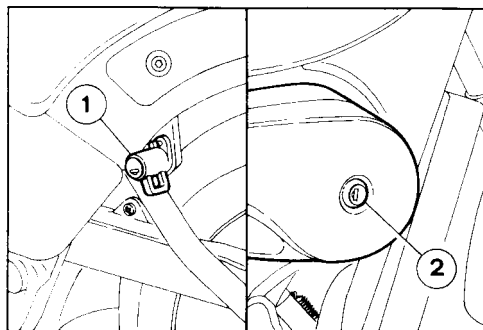

Fig. 6
- serratura casco (1-fig. 6)
- bauletto portaoggetti (2-fig. 6).